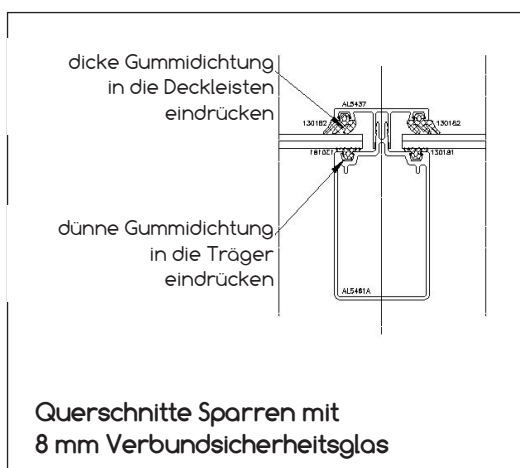

Abb. 25
- 6.6 Legen Sie die Klickleiste (r) auf den Sparren und klicken sie fest, Abb. 25